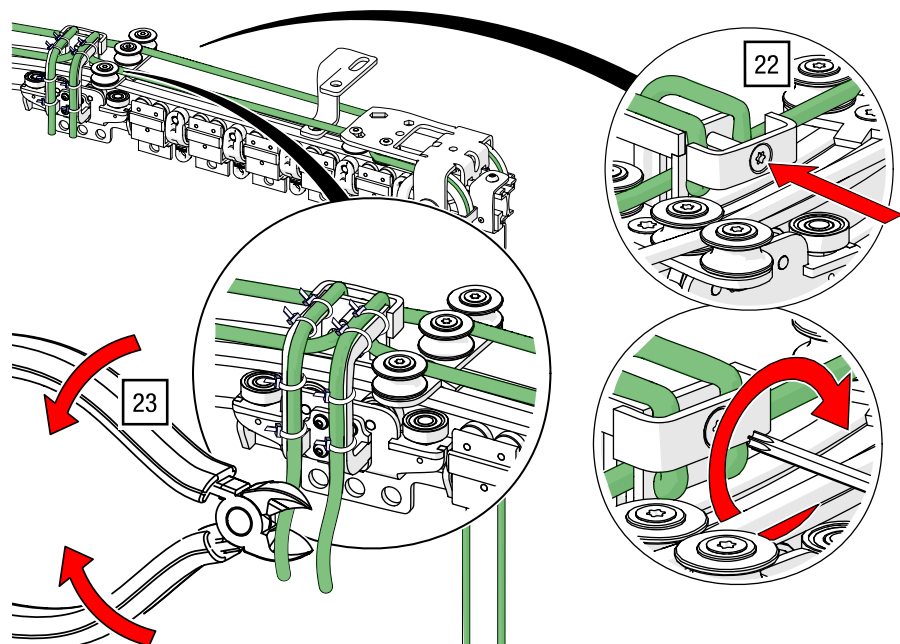

Abb. 102: Obenliegende Seilführung – Seilenden befestigen, abschneiden und veröden
22. Verklemmen Sie beide Seilenden im zweiten Zugwagen mit einem TORX®-Schlüssel T30 und 11 Nm und (siehe Abb. 102).
23. Schneiden Sie die Enden ab und veröden Sie diese (siehe Abb. 102).
16. Verklemmen Sie beide Seilenden im zweiten Zugwagen mit einem TORX®-Schlüssel T30 und 11 Nm und binden Sie diese an mehreren Stellen am Zugwagen mit vier Kabelbindern fest analog der Vorgehensweise der obenliegenden Seilführung entsprechend Abb. 102 [► S. 78].
17. Schneiden Sie die Enden mit einem Seitenschneider ab und veröden Sie diese analog der Vorgehensweise der obenliegenden Seilführung entsprechend Abb. 102 [► S. 78].